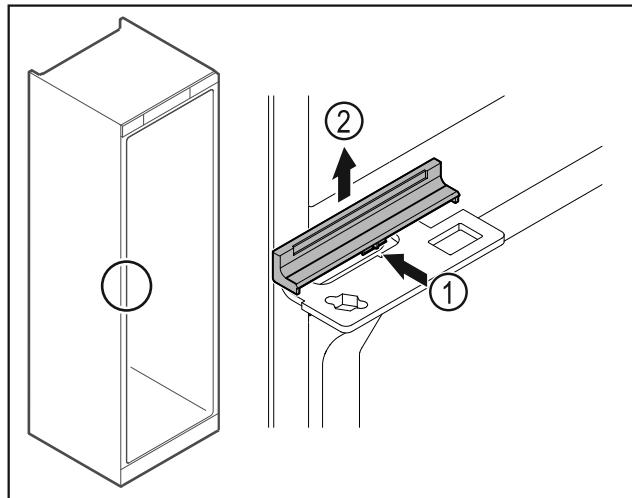

Fig. 43
- Apăsați apărătoarea Fig. 43 (1) ușor în centru și detașați-o în sus Fig. 43 (2).